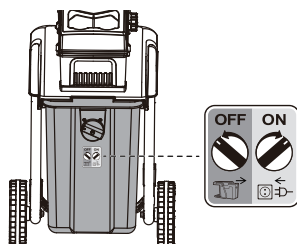

Figura 6
1. Inserire il vassoio di raccolta (5) nel telaio (2). Il vassoio di raccolta (5) può essere montata solo in una direzione, come illustrato nella figura 6.